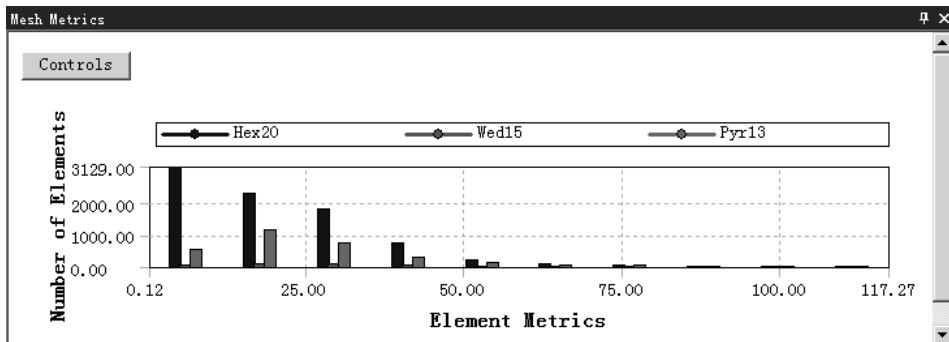

图 5.4.18 检查结果统计图表（五）
- ◆ 平行偏差 (Parallel Deviation)。通过对边矢量的点积进行计算，并利用其中的余弦值求出最大夹角；其 Parallel Deviation 为 0 最好，表明两对边平行。选择此选项后，在信息栏中打开图 5.4.18 所示的检查结果统计图表 (五)。